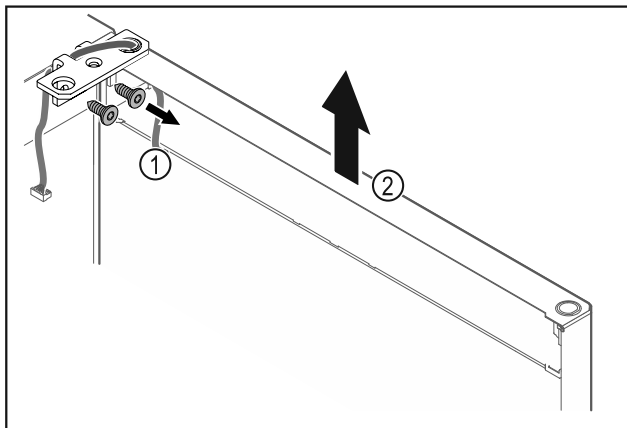

Fig. 24
- Scharnierwinkel Fig. 24 (1) abschrauben.
- Tür inklusive Scharnierwinkel Fig. 24 (2) circa 200 mm gerade nach oben heben und abnehmen.